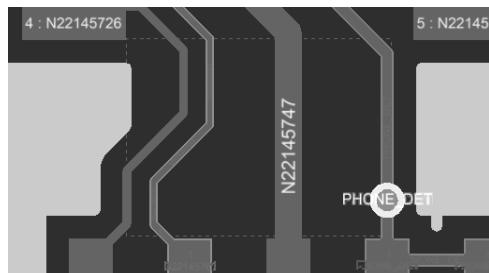

图 12-18 多边形铺铜挖空移除孤铜
(2) 通过放置多边形铺铜挖空对孤铜进行删除处理：执行菜单命令“放置-多边形铺铜挖空”进行放置，完成之后，对其覆盖的铜皮进行重新铺铜即可移除。此方法适用较局限，不能自动全局移除死铜，建议采用第一种。多边形铺铜挖空移除孤铜如图 12-18 所示。